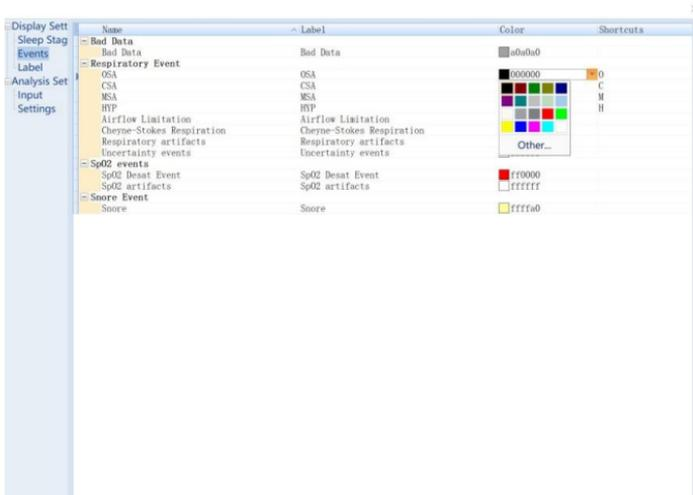

Figura 2-45
- Los eventos incluyen datos incorrectos, evento respiratorio, evento de SpO₂, evento de ronquido, haga clic en el menú desplegable para cambiar el color de la etiqueta como se muestra en la Figura 2-45.